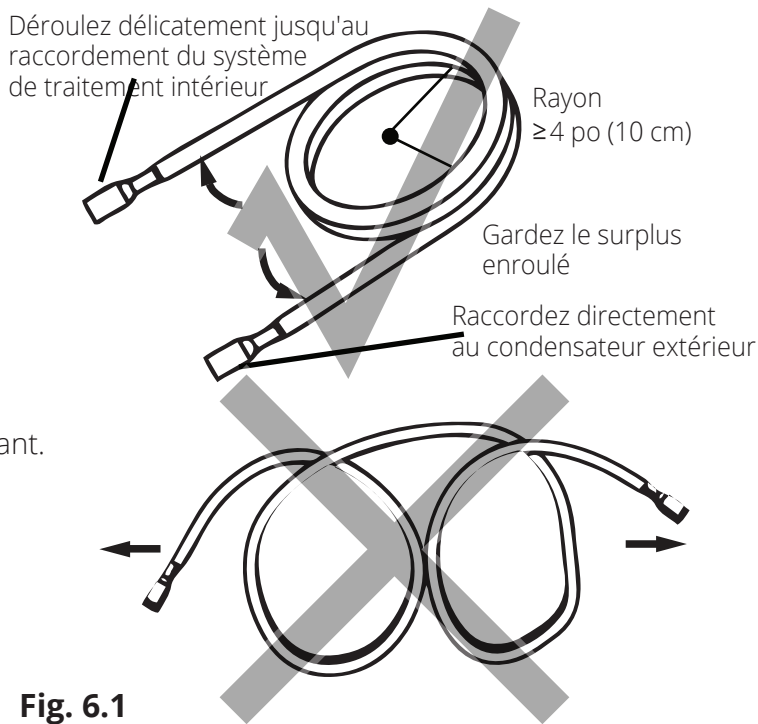

Fig. 6.1
1. Utilisez vos mains pour dérouler lentement la tuyauterie en cuivre d'une extrémité de l'ensemble de lignes Quick Connect®. L'extrémité que vous déroulez sera raccordée à la tuyauterie de l'unité intérieure. Vous devez dérouler l'extrémité jusqu'à ce que les connecteurs soient presque à plat sur le sol (avec peu ou pas de courbure). Si cela n'est pas fait, cela pourrait rendre le jeu de câbles difficile à manœuvrer lors de l'alignement des connecteurs avec la tuyauterie de l'unité de traitement de l'air. Ne déroulez que ce qui est nécessaire pour votre application et laissez l'excédent rester enroulé (voir fig 6.1)
Lors du cintrage de la tuyauterie de réfrigérant de raccordement, le rayon de courbure doit être d'au moins 4 pouces (10 cm) (voir la Fig. 6.1).